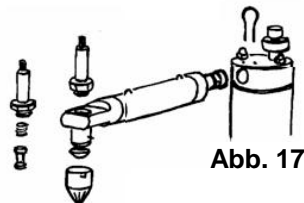

Abb. 17
- Schrauben Sie mit dem Maulschlüssel die Obere Abschlußeinheit ab und entnehmen Sie die Feder und den Magnetkern. Nehmen Sie die Garniertülle ab. (Abb. 17)
- Ziehen Sie die Verschlußgabel aus dem Ventilkopf und ziehen Sie das Schlagssystem mit leichten Drehbewegungen aus dem Ventilkopf. (Abb. 17)